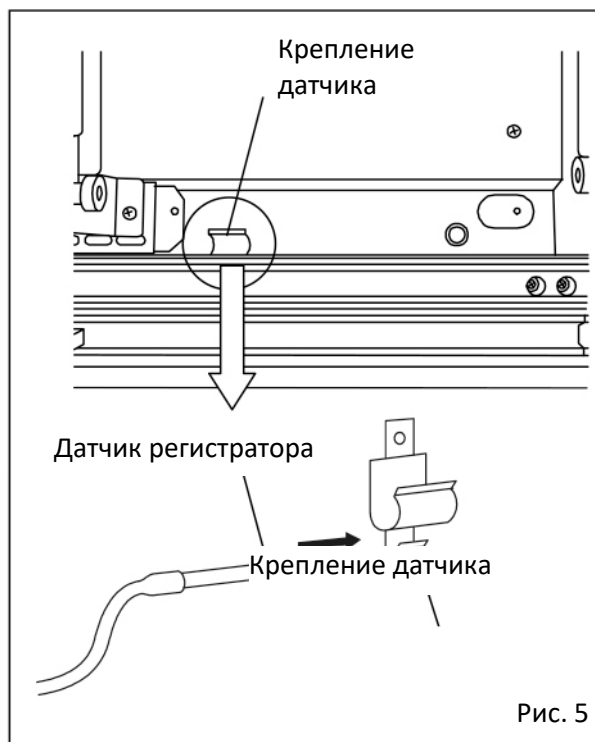

Рис. 5
7. Закрепите датчик регистратора в креплении датчика (Рис. 5).
6. Подключите жгут к коннектору батареи и выключателю батареи (Рис. 5) и закрепите жгут с помощью зажима на креплении батареи (Рис. 4).